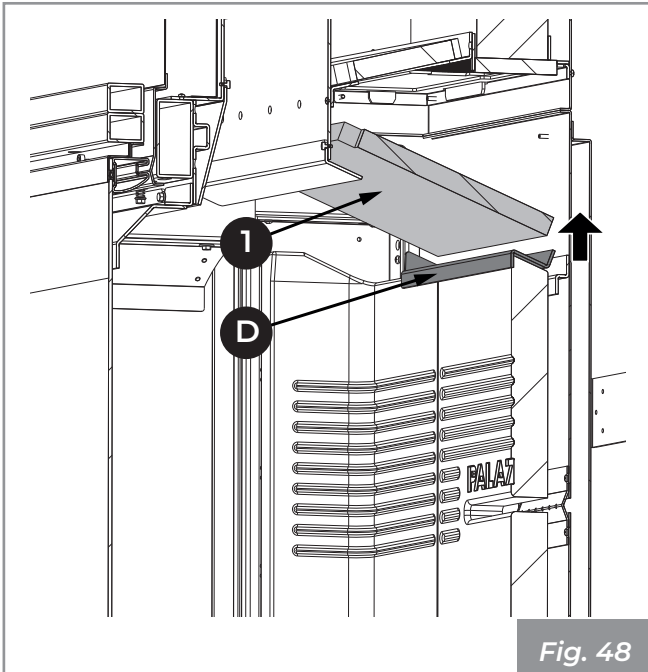

Fig. 48
- 3) Sollevare ed estrarre nell'ordine i pannelli (1) e la staffa di supporto refrattari (D) (Fig. 48)